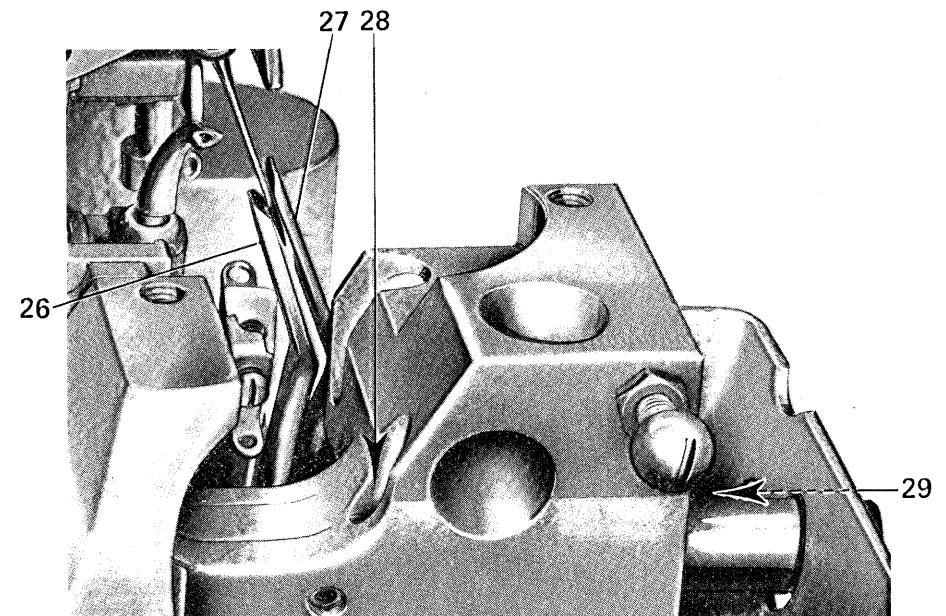

Fig. 12
Le pare-boucle 27 (fig. 12) doit être monté de façon à ce que, lorsque l'aiguille est au point mort bas, il soit à côté de cette dernière et que la pointe du crochet inférieur, au cours de son déplacement vers la droite, effleure l'aiguille.
Dans cette position, bloquer le pare-boucle à l'aide de la vis 28 (fig. 12). Monter le protège-aiguille 26 (fig. 12) en le rapprochant de l'aiguille lorsqu'elle est au point mort bas.
Bloquer le protège-aiguille à l'aide de la vis 29 (fig. 12) que l'on atteint à travers le trou spécialement prévu pour cela, sur le devant du carter latéral.
The front needle-guard must be fixed so that it is close to the needle when the latter is at its lowest point of travel, and the point of the lower looper at the same time grazes the needle. Fix it in this position with the screw 28 (Fig. 12).
Fix the rear needle-guard 26 (Fig. 12), bringing it up to the needle when the latter is at its lowest point of travel. Fix the rear needle-guard with the screw 29 (Fig. 12) which is accessible through the hole bored in the front part of the side cover.
Fig. 12 bis - protège-aiguille et pare-boucle (129)
- front and rear needle guard (129)